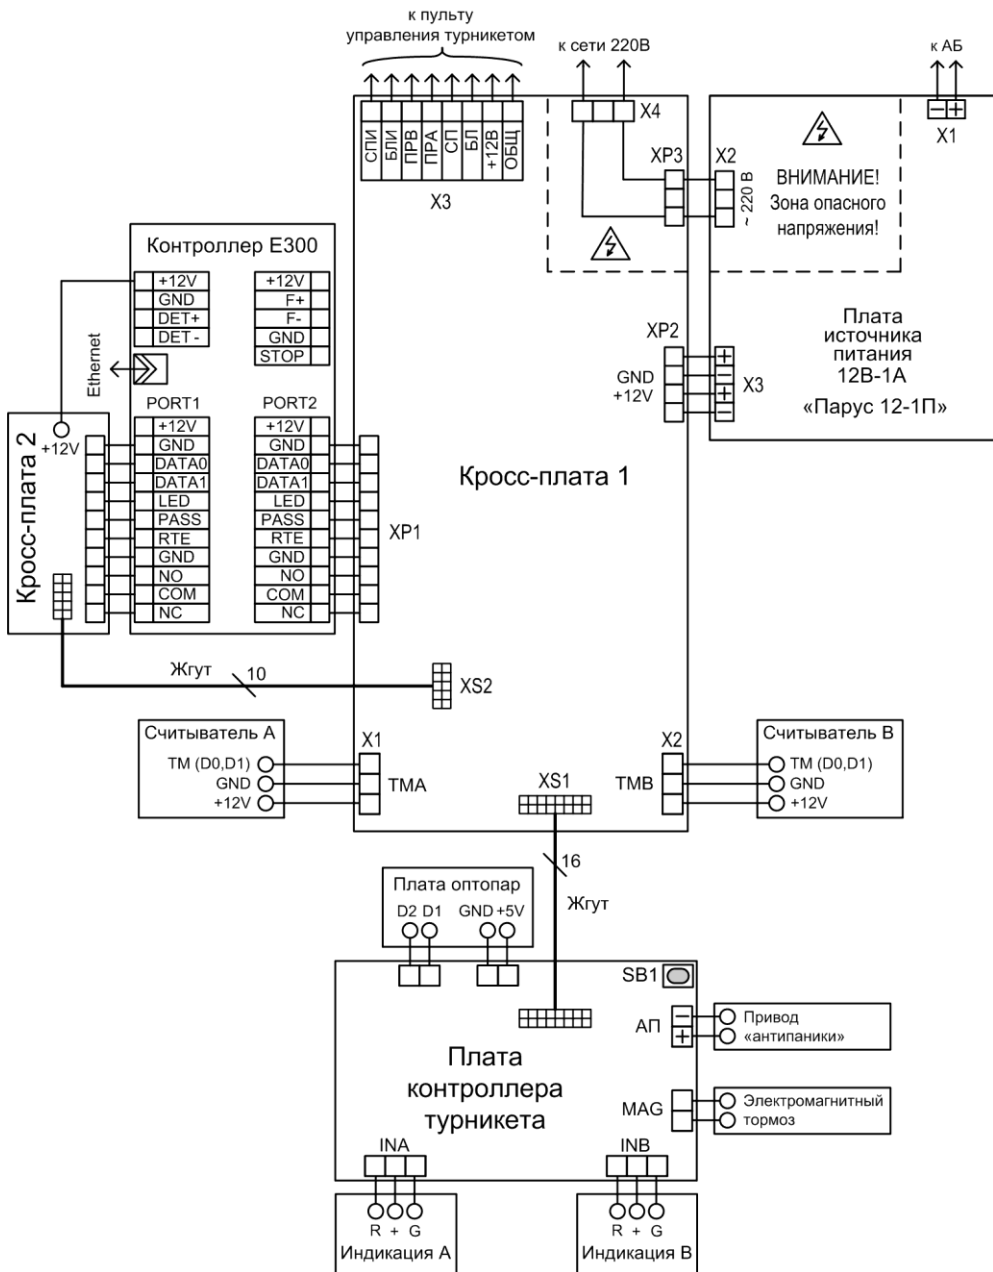

Рис.8 Схема электрическая соединений
- перед установкой турникета на место, проденьте необходимые кабели в отверстия в основании или/и в отверстие на задней стенке (кабель питания 220 В, кабель Ethernet, кабель пульта управления турникетом и т.д.) и произведите необходимые подключения – Ethernet-кабель подключите к розетке на плате контроллера E300 (рис.8) и, при необходимости, к клеммнику X3 на кросс-плате 1 подключите кабель пульта управления турникетом (п.8).